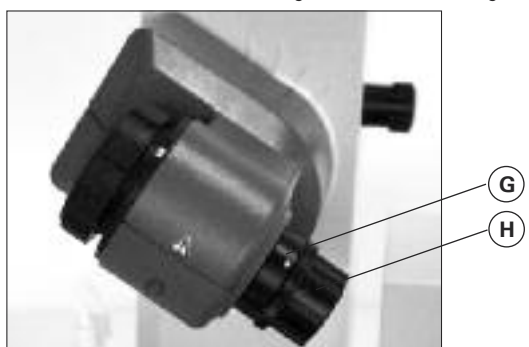

Fig. 9
- ☞ Ouvrez le dispositif d'arrêt de la traversée de vapeur (G) en tournant à 60° dans le sens inverse des aiguilles d'une montre, (fig. 9).
L'écrou en plastique (H) sert d'aide au déblocage des joints rodés de ballon coincés (Fig. 9).
- ☞ Pour ce faire, maintenez le ballon d'évaporation coincé et tournez l'écrou en plastique (H) jusqu'au col du ballon d'évaporation.
*Remarque : avant la mise en service, serrez à la main l'écrou en plastique (H) en butée gauche. Ce faisant, fixez le dispositif d'arrêt (G) de la traversée de vapeur.*